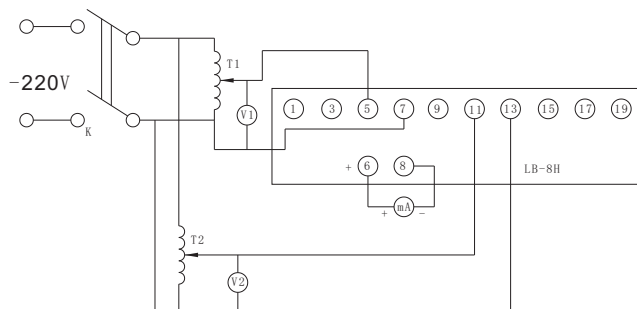

图 3
4.5按图3接线，先在端子○，○之间加入单相电压58V，继电器动作，再经端子加入○，○同相电压100V，继电器应可靠返回，如不符合，须调整RP2。